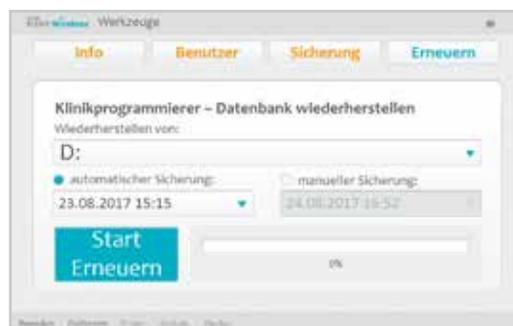

Abbildung 8-45: Wiederherstellungsfenster
3. Öffnen Sie die H200 Wireless-Software, und melden Sie sich mit dem Benutzernamen und dem Kennwort eines Administrators an. Drücken Sie auf das Menü „Werkzeuge“ und dann auf die Registerkarte „Erneuern“. Daraufhin öffnet sich das Wiederherstellungsfenster. Siehe Abbildung 8-45.